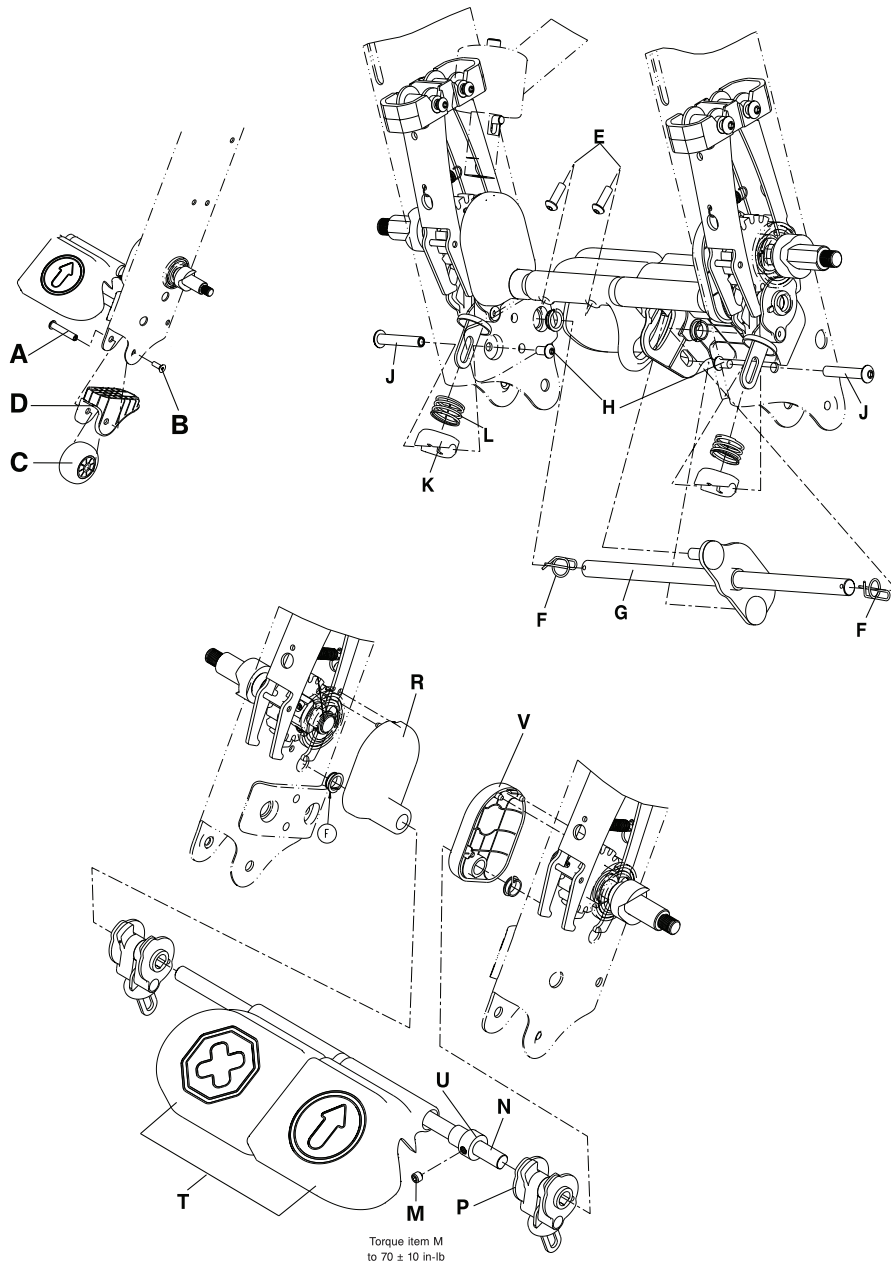

Figure 2-29 : Remplacement des pédales
3. À l'aide d'une clé à 6 pans de 5/32" et d'une clé à 6 pans de 3/16", retirer l'écrou-entretoise de la roue antibascule (A) et la vis d'assemblage (B) qui maintiennent la roue antibascule (C) et le cache du châssis inférieur (D) au châssis du fauteuil (Figure 2-29 à la page 2-46). Conserver toutes les pièces.
5. À l'aide d'une clé à 6 pans de 5/32", retirer les deux vis d'assemblage à tête ronde (E) sur la partie inférieure de la pédale de déblocage du frein. Conserver les vis (Figure 2-29 à la page 2-46).
6. À l'aide d'une pince à becs fins, retirer la goupille beta (F) à chaque extrémité de la tige de liaison (G). Conserver les goupilles beta (Figure 2-29 à la page 2-46). Lors de la réinstallation des vis, utiliser une clé dynamométrique de 3/8" pour serrer les vis à un couple de  $70 \pm 10$  in-lb ( $8 \pm 1,1$  Nm).
7. Retirer la tige de liaison (G) (Figure 2-29 à la page 2-46).
8. À l'aide d'une clé à 6 pans de 5/32" et d'une clé à 6 pans de 3/16", desserrer la vis d'assemblage à tête ronde (H) qui maintient le patin de ressort de la came de frein (K) au châssis du fauteuil (Figure 2-29 à la page 2-46).
**Remarque** : Ne pas retirer l'écrou-entretoise de la branche de frein (J).
9. Utiliser une main pour appuyer sur le patin de ressort de la came de frein (K) (Figure 2-29 à la page 2-46) pour libérer la pression de l'écrou-entretoise de la branche de frein (J). Retirer et conserver l'écrou-entretoise de la branche de frein et la vis.
10. Retirer avec précaution le patin de ressort de la came de frein (K) et le ressort de la came de frein (L) (Figure 2-29 à la page 2-46). Conserver le patin et le ressort.
12. À l'aide d'une clé à 6 pans de 5/32", retirer la vis d'arrêt du collier (M) (Figure 2-29 à la page 2-46). Conserver la vis d'arrêt. Lors de la réinstallation de la vis d'arrêt, utiliser une clé dynamométrique de 3/8" pour serrer la vis à un couple de  $70 \pm 10$  in-lb ( $8 \pm 1,1$  Nm).
13. Pousser la tringle de frein (N) vers le côté gauche du point de vue occupant jusqu'à ce que la tringle ne soit plus en contact avec l'ensemble de came de frein sur le côté droit du point de vue occupant (P) (Figure 2-29 à la page 2-46). Retirer l'ensemble de came de frein du côté droit du point de vue occupant (P) (Figure 2-29 à la page 2-46). Conserver l'ensemble.
14. Pousser la tringle de frein (N) vers le côté droit du point de vue occupant puis retirer la tringle de frein (N) (Figure 2-29 à la page 2-46). Conserver la tringle.
- a. Lors du retrait de la tringle de frein (N), retirer avec précaution les pièces suivantes dans l'ordre indiqué (Figure 2-29 à la page 2-46) :
- i. Cache d'arbre de frein gauche (R)
- ii. Ensemble de pédales du frein (T)
- iii. Collier (U)
- iv. Cache d'arbre de frein droit (V)
**Remarque** : Noter l'orientation de l'ensemble de came de frein (P). S'assurer que le taquet fait face à l'avant du fauteuil (Figure 2-29 à la page 2-46).
**Remarque :** Lors de la réinstallation de l'ensemble de came de frein (P) (Figure 2-29 à la page 2-46), s'assurer que le taquet fait face à l'avant du fauteuil.